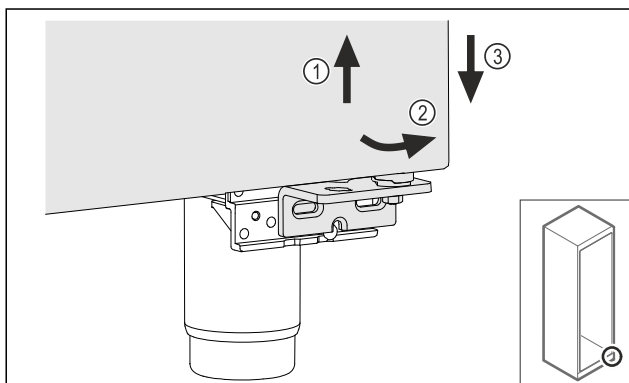

Fig. 21
- Nadvihnite zľahka dvere Fig. 21 (1), dole ich preklopte dopredu Fig. 21 (2) a spustite dolu Fig. 21 (3).